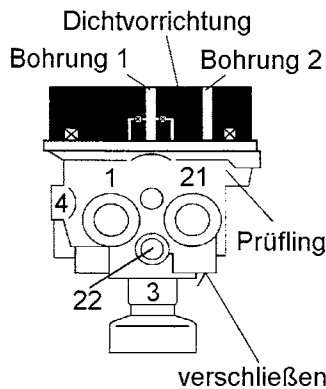

Abb. 1
- 3.1.1. Den Trockenmittelbehälter vom Lufttrocknergehäuse abschrauben, durch die Dichtvorrichtung 899 709 112 2 ersetzen und mit einem Drehmoment von $M = 15 + 2 \text{ Nm}$ anziehen. Die Bohrung 2 an der Dichtvorrichtung verschließen (siehe Abb. 1).